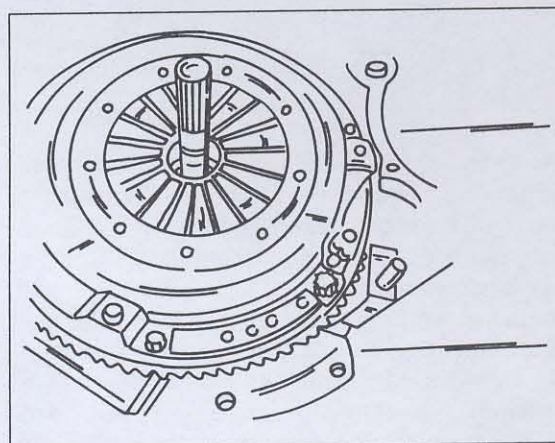

Bild 217
- Zum Zentrieren der Mitnehmerscheibe ist normalerweise ein Zentrierdorn erforderlich, welcher entsprechend Bild 217 in die Mitnehmerscheibe eingesteckt wird, ehe man die Kupplung anschraubt. Der Zentrierdorn eignet sich nicht für alle Kupplungen. Bei eingebautem 1,6 Liter-Motor ist er unterschiedlich. Bei allen anderen Motoren wird der gleiche Dorn verwendet. Eine zur Verfügung stehende Kupplungswelle kann dazu benutzt werden (vielleicht kann man eine alte Welle in einer Werkstatt erhalten oder ausborgen), aber wieder muss man an den eingebauten Motor denken (siehe oben). Die Mitnehmerscheibe muss mit einem Dorn ausgerichtet werden, dessen Aussendurchmesser dem Innendurchmesser der Keilverzahnungen entspricht. An diesen Dorn einen Zapfen andrehen lassen, der den gleichen Innendurchmesser wie das Führungslager in der Kurbelwelle hat. Geschickte Hände können die Scheibe auch nach Augenmass ausrichten. Ausserdem gibt es Werkzeugausleihstationen, welche vielleicht einen entsprechenden Zentrierdorn haben. Beim Einsetzen der Mitnehmerscheibe die längere Seite der Kupplungsscheibennabe nach aussen, d.h. zum Getriebe bringen.